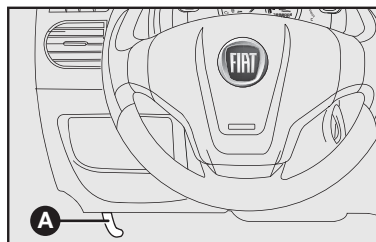

fig. 108
- 1) Puxar a alavanca **A**—fig. 108.